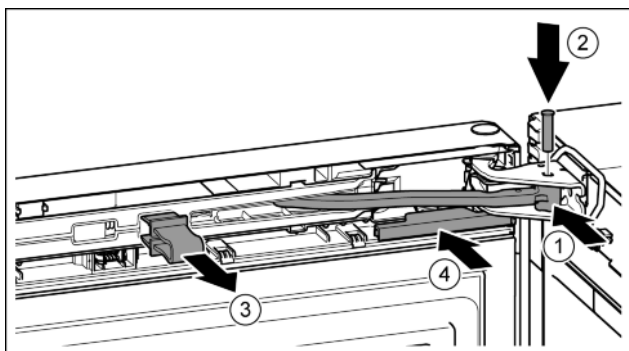

Fig. 42
- ▶ Otočte kloub ve stojanu ložiska. Fig. 42 (1)
- ▶ Vložte čep do stojanu ložiska a kloubu. Přitom dávejte pozor, aby byla zajišťovací vačka správně usazena v drážce. Fig. 42 (2)
- ▶ Pojistku vytáhněte. Fig. 42 (3)
- ▶ Kryt nasuňte. Fig. 42 (4)